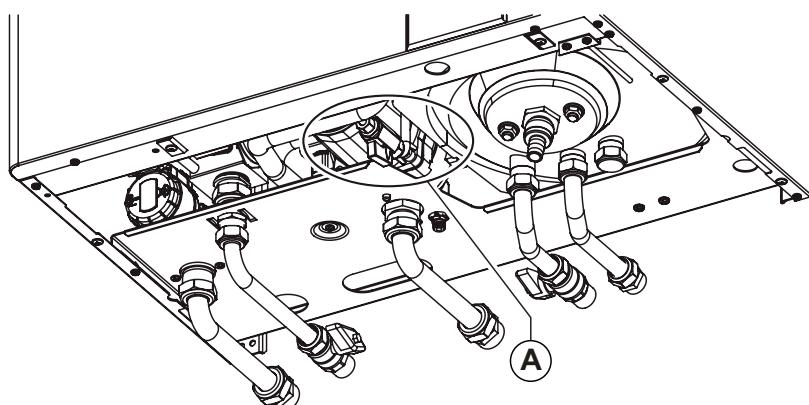

Fig. 2 Robinet de umplere
În cazul în care eroarea **E04** de blocare cauzată de presiune insuficientă în instalajie luminează intermitent (semnalând o acțiune a presostatului de apă de siguranță) umpleți instalajia acționând asupra robinetului de umplere în Fig. 2 Robinet de umplere. Eroarea **E04** este afișată atunci când presiunea în instalajie scade sub valoarea de 0,4 bari și eroarea se resetează automat atunci când presiunea instalajiei atinge pragul de 1,0 bar. Presiunea în centrală la rece trebuie să atingă 1÷1,3 bar.
- rotiți robinetul de umplere Fig. 2 Robinet de umplere în sens anterior pentru a permite intrarea apei în centrală;